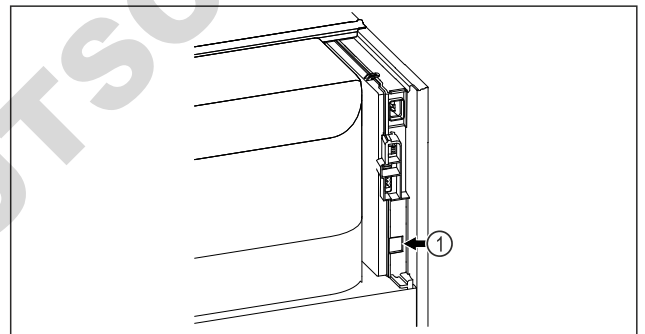

Fig. 132
- Le SmartModule Fig. 132 (1) est installé.